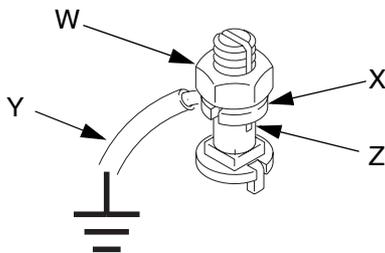

FIG. 7: Vite di terra
**Se si dispone della vite di messa a terra illustrata nella FIG. 7,** allentare il dado di blocco dello spinotto di terra (W) e la rondella (X). Inserire un'estremità di un filo di terra (Y) nella fessura dello spinotto (Z) e serrare saldamente il dado di blocco. Collegare l'altra estremità del filo a una presa di terra efficace. Ordinare il filo di terra 237569 e un gruppo morsetto.